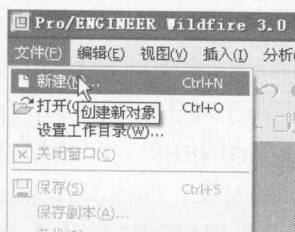
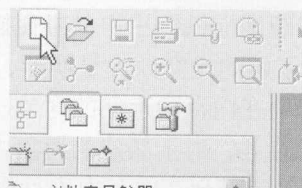
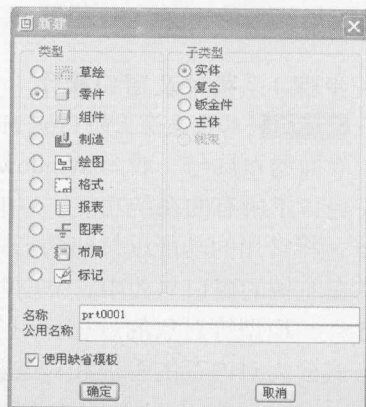

图 1.2 菜单
图 1.3 按钮
图 1.4 【新建】对话框
STEP 02 选择【文件】|【新建】命令，或单击工具栏中的 （新建）按钮，如图 1.2 和图 1.3 所示，打开的对话框如图 1.4 所示。